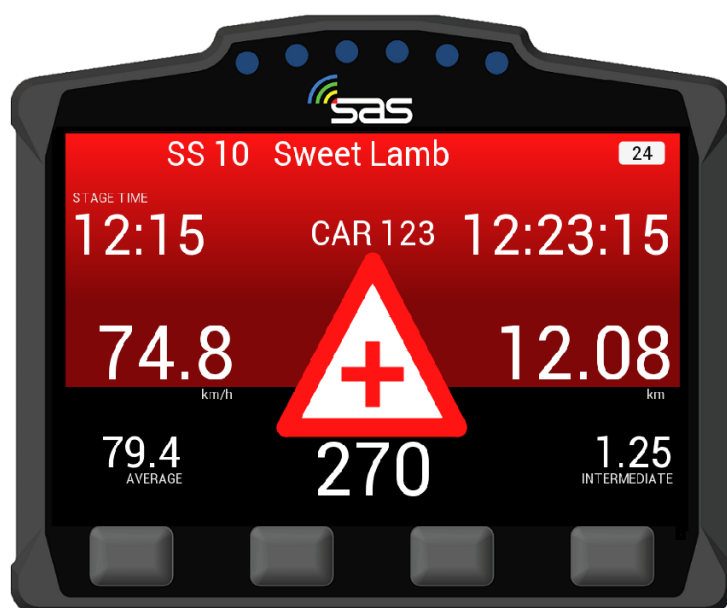

BILD 23: Warnung - Fahrzeug steht auf oder neben der Strecke, Status **SOS** - Alarm ausgelöst
3. Fahrzeug steht auf / neben der Strecke – **Status SOS** [Bild 23]
Wenn Sie sich einem Fahrzeug nähern, dass vor Ihnen auf oder neben der Strecke steht, wird automatisch ein Warndreieck und zusätzlich der Status des verunfallten Fahrzeuges angezeigt. In diesem Fall wurde von den verunfallten Fahrern ein Alarm ausgelöst und die SOS-Taste gedrückt [Bild 23].